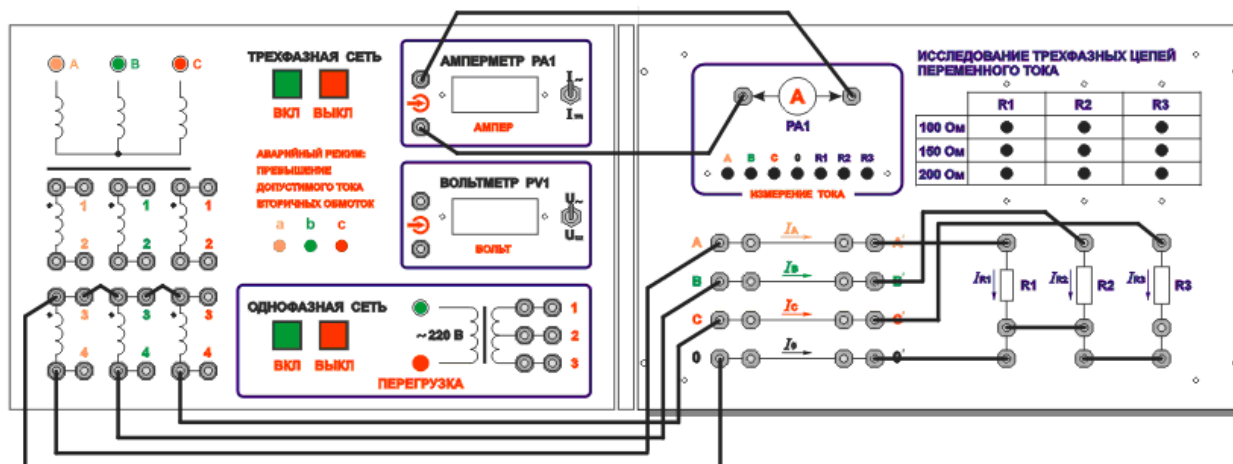

Рис. 10
2. Собрать электрическую цепь звездой (рис. 1) по монтажной схеме, приведенной на рис. 10. Изменяя сопротивление переменных резисторов в фазах электрической цепи, измерить амперметром $PA1$ значения линейных токов I_L , а также вольтметром PVI значения фазных U_ϕ и линейных U_L напряжений, записав полученные значения в таблицу 1 для различных режимов работы цепи: